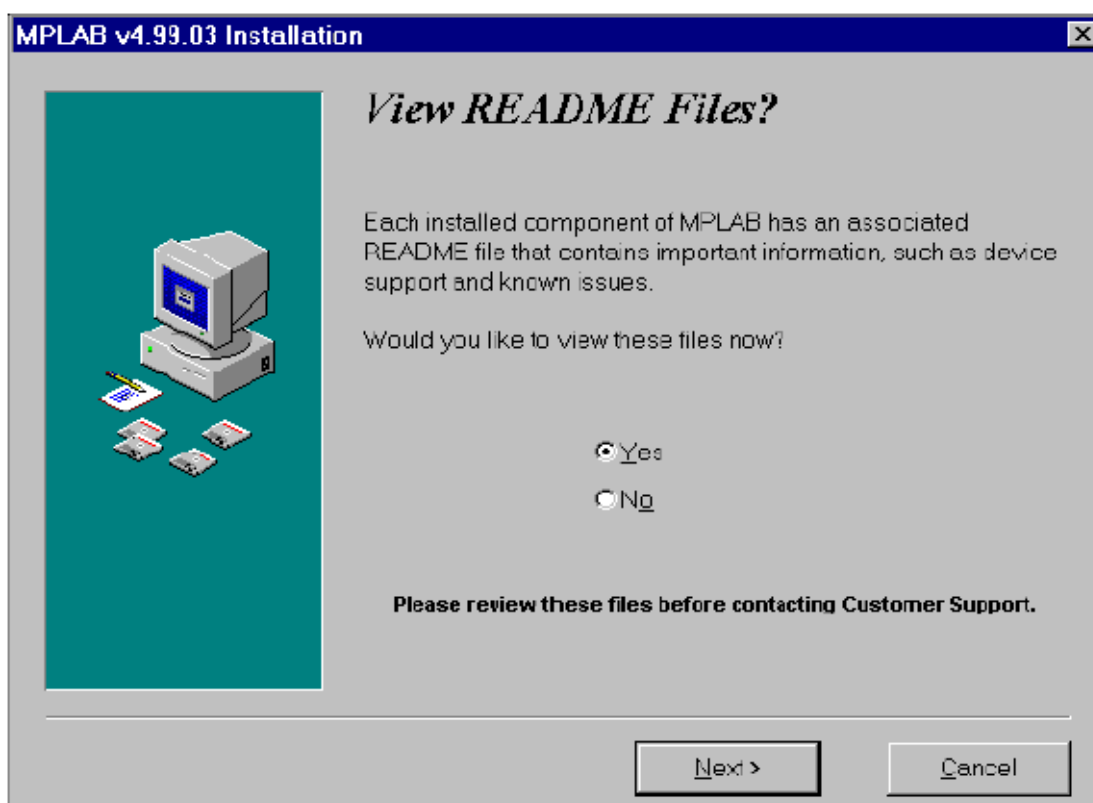

图 2-9: Readme.tif 文件
13. 安装过程最后的会话窗口（图 2-9）将会询问你是否阅读 README 文件。该文件包含了很多有用的信息，比如：版本的新特性、软件的局限、已知存在的一些问题。